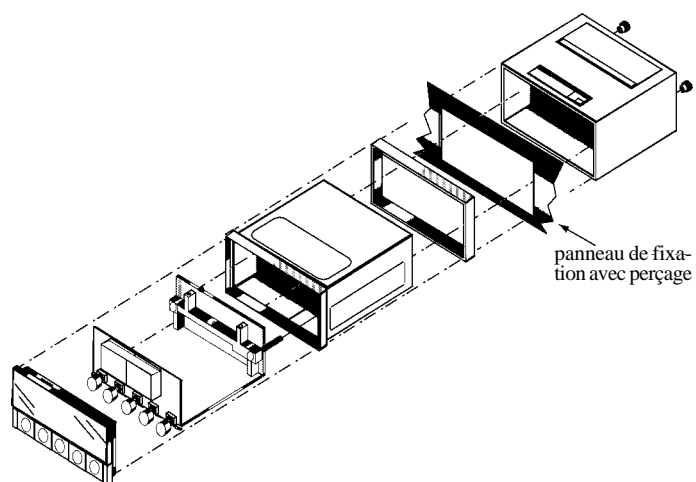

Figure 1.2. - Fixation de l'appareil sur un panneau
3. Insérer l'appareil dans le trou. S'assurer que le plastron de l'appareil déborde bien à l'avant du panneau de fixation. Mettre en place le capot à l'arrière de l'appareil et fixer en serrant les deux écrous. (voir Figure 1.2.)